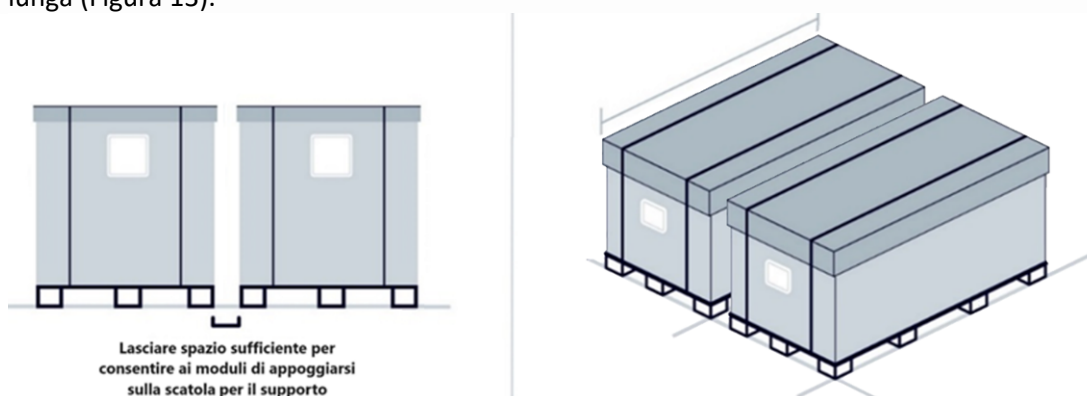

Figura 13: Allineamento corretto delle scatole.
3. Disimpilare la scatola superiore utilizzando strumenti adeguati, come un carrello elevatore, e posizionarla accanto alla scatola inferiore in modo che i due pallet siano allineati sull'estremità lunga (Figura 13).